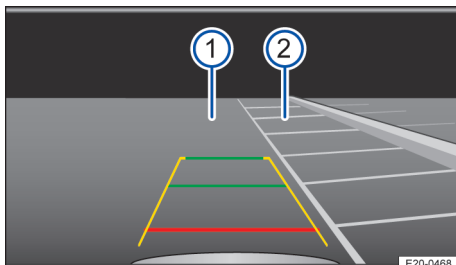

Fig. 127 Afișarea pe ecranul sistemului Infotainment: Căutarea unui loc de parcare.
1. Înainte de a trece pe lângă locul de parcare selectat, acționați câmpul de comandă pentru funcțiile de parcare (P) → pagina 12. Apoi, dacă este cazul, atingeți suprafața de comandă funcției (P/A) din sistemul Infotainment.
3. Poziționați autovehiculul în fața locului de parcare → fig. 127 ②.